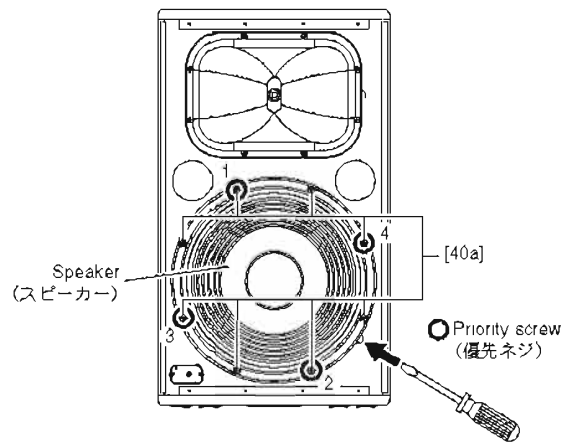

Fig. 2 (図 2)
2-2. Remove the eight (8) screws marked [40a]. (Fig. 2, 3)
2-3. Insert the flat blade screwdriver or the like into the cavity of the cabinet, and push the speaker up to remove it. (Fig. 2, 3)
* When installing the speaker, first tighten the four (4) priority screws in order as shown in Fig. 2.
2-2. [40a] のネジ 8 本を外します。(図 2、3)
2-3. キャビネットの切り欠きにマイナスドライバーなどを差し込んで、スピーカーを浮かせて外します。(図 2、3)
※ スピーカーを取り付けるときは、優先ネジ 4 本を図に示す順番で先に締めてください。(図 2)